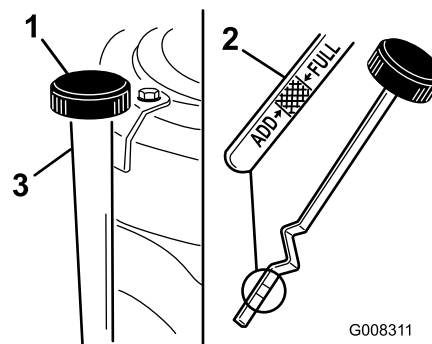

Bild 25
7. Reinigen Sie den Bereich um den Ölpeilstab (Bild 25), damit kein Schmutz in den Einfüllstutzen gelangen und den Motor beschädigen kann.
8. Schrauben Sie den Ölpeilstab los und wischen Sie das Metallende ab (Bild 25).
9. Schrauben Sie den Ölpeilstab vollständig in den Einfüllstutzen (Bild 25).
11. Reinigen Sie den Bereich um den Ölpeilstab und drehen den Verschlussdeckel ab (Bild 25).
12. Gießen Sie ca. 80 % der angegebenen Ölmenge langsam in den Einfüllstutzen (Bild 25). Siehe Warten des Motoröls.